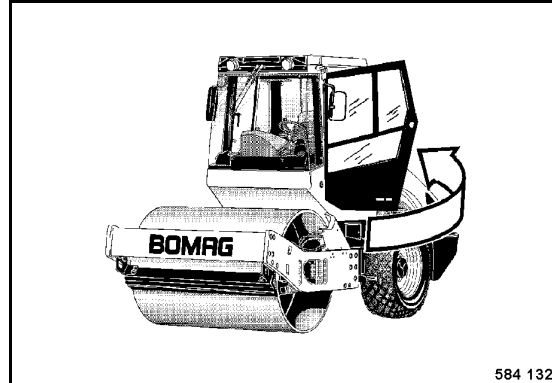

Fig. 53
- Close the cabin door (Fig. 53).